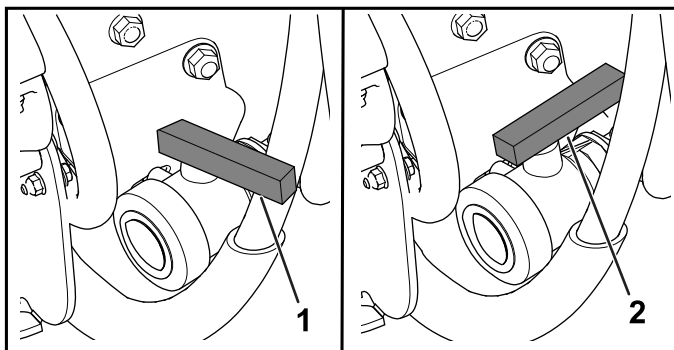

Figure 93
3. Ouvrez le robinet pour vidanger tout le produit inutilisé qui reste dans la cuve (Figure 93).
4. Fermez le robinet de vidange (Figure 93).